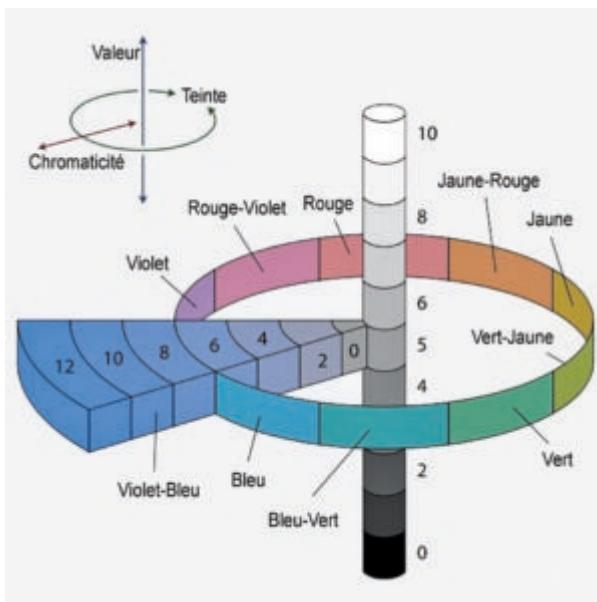
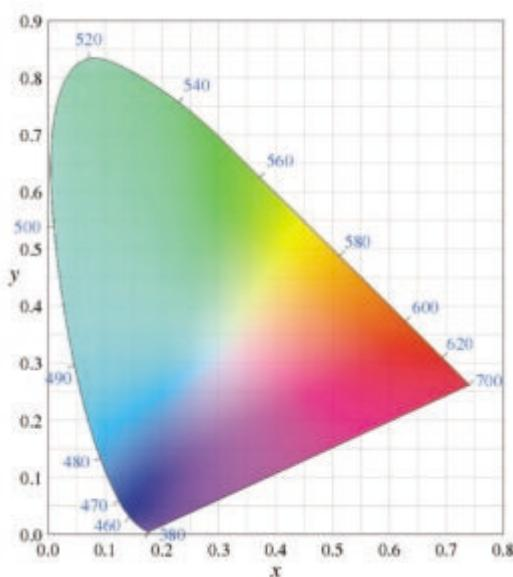

Figure 4 : système colorimétrique de Munsell – Document © Wikipédia-Sylveno-CC BY-SA 3.0
Figure 5 : diagramme de chromaticité CIE xy – Document © Wikipédia-BenRG
Au début du XXe siècle, Albert H. Munsell, a conçu un système de classification des couleurs en développant un espace tridimensionnel selon trois axes : teinte, luminosité et saturation (voir figure 4) ; cet espace servira de base aux travaux de la CIE(1) au début des années 30'. Le diagramme de chromaticité "CIE 1931 XYZ" intègre toutes les couleurs visibles par l'œil humain(2) et constitue encore aujourd'hui la référence de la colorimétrie. À partir de ce modèle, la CIE a établi le diagramme "CIE xy"(3) (voir figure 5) où les valeurs x et y déterminent la chromaticité (teinte et saturation) pour un même niveau de luminosité. Il est donc possible d'identifier la chromaticité de n'importe quelle couleur visible par ses coordonnées sur ce diagramme.(4) Toutefois, il n'est qu'une représentation sommaire de la couleur car l'influence de la luminosité en est absente. À elles seules, les indications de chromaticité ne permettent pas d'identifier complètement une couleur.